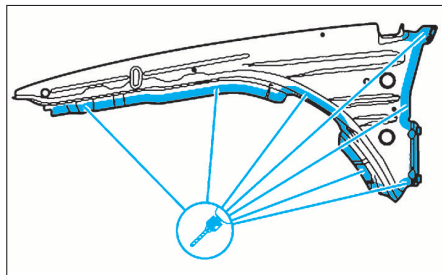

FIG. 7
- Percer les trous pour le soudage par perçage et bouchonnage sous gaz de protection (Fig.7).